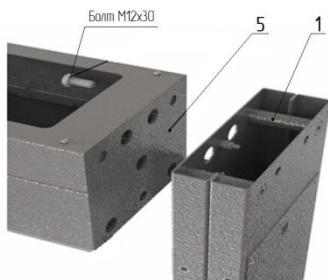
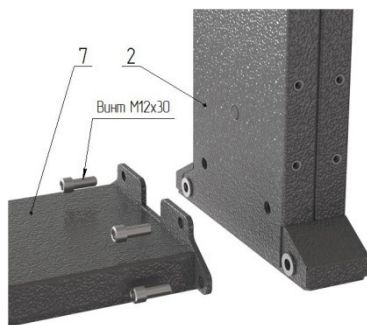

Рис. 1
Рис. 2
1. Сборка турникета. Рис. 1, 2
– положите на пол на боковую плоскость раму привода **5** (рис. 1), (предварительно постелив лист картона), рядом аналогично положите две стойки крыла прохода **1** и **2**; состыкуйте указанные элементы друг с другом присоединительными элементами и закрутите по три болта М12 с каждой стороны; поставьте собранный портал вертикально на месте установки турникета; закрепите к стойке **2** напольную плиту **7** (рис.2) четырьмя винтами М12.